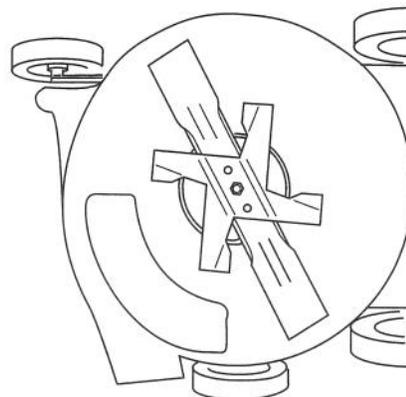

Figure 24
2. Basculer la tondeuse sur son côté droit (Fig. 24).